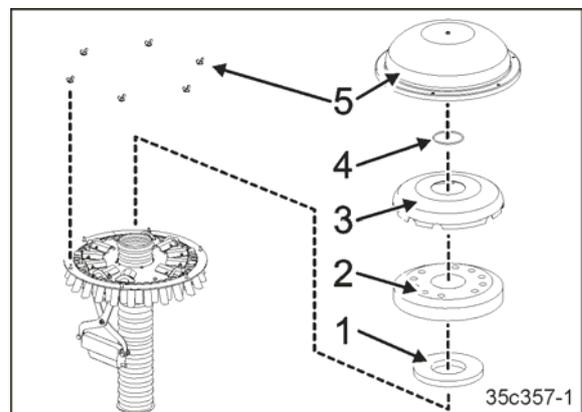

Рис. 214
15. Установите пенопластовую вставку (Рис. 214/1) и уплотнительное кольцо (Рис. 214/2).
16. Установите внутреннюю крышку распределителя (Рис. 214/3).
17. Установите кольцо (Рис. 214/4).
18. Установите внешнюю крышку распределителя (Рис. 214/5).